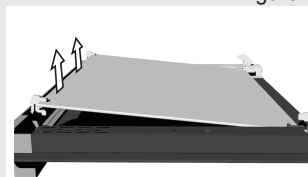

figure 3
- Pour démonter la troisième vitre interne (uniquement sur certains modèles), soulevez-la et retirez-la. Enlevez aussi le joint en caoutchouc sur le verre (figure 3).